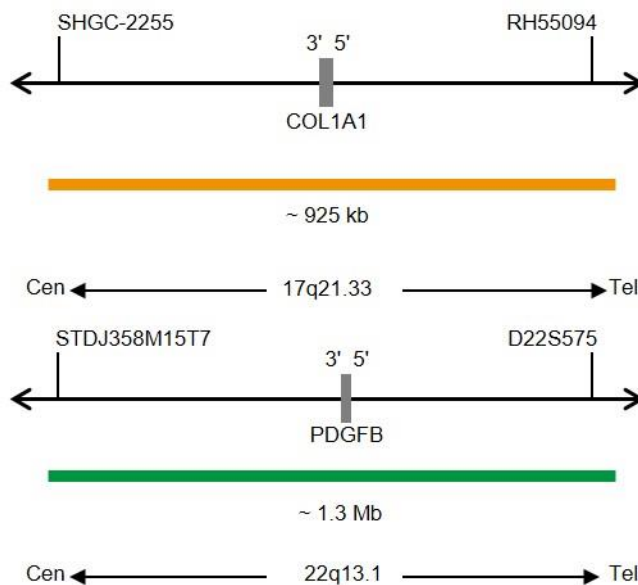

Fig. 1: Arriba: SPEC COL1A1 Mapa de la sonda; abajo: SPEC PDGFB Mapa de la sonda (no está a escala)
- Polinucleótidos marcados en naranja (excitación a 547 nm/emisión a 572 nm) ZyOrange (~6 ng/ μ l), dirigidos a secuencias localizadas en 17q21.33* (chr17:47,820,343-48,744,021) que albergan la región del gen COL1A1 (ver Fig. 1).
- Polinucleótidos marcados en verde (excitación a 503 nm/emisión a 528 nm) ZyGreen (~12 ng/ μ l), dirigidos a secuencias localizadas en 22q13.1* (chr22:38,928,973-40,267,687) que albergan la región del gen PDGFB (ver Fig. 1).